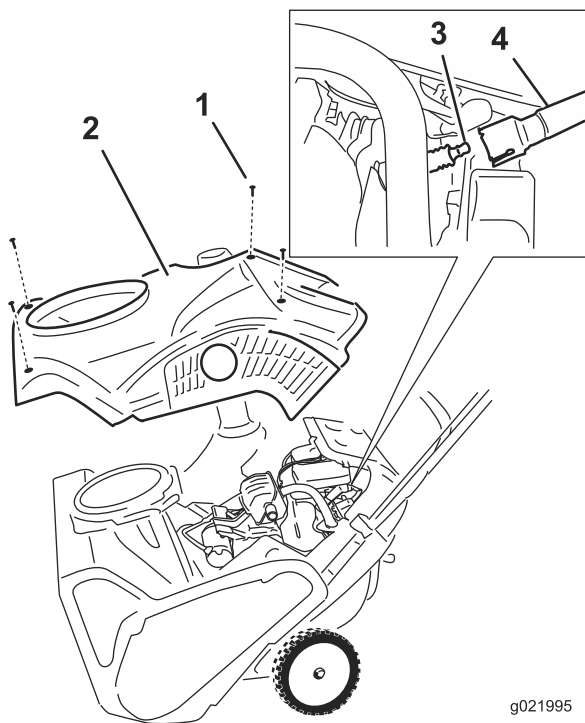

Figure 31
4. Enlevez les 4 vis de fixation du carénage (Figure 31).
6. Enlevez le carénage (Figure 31).